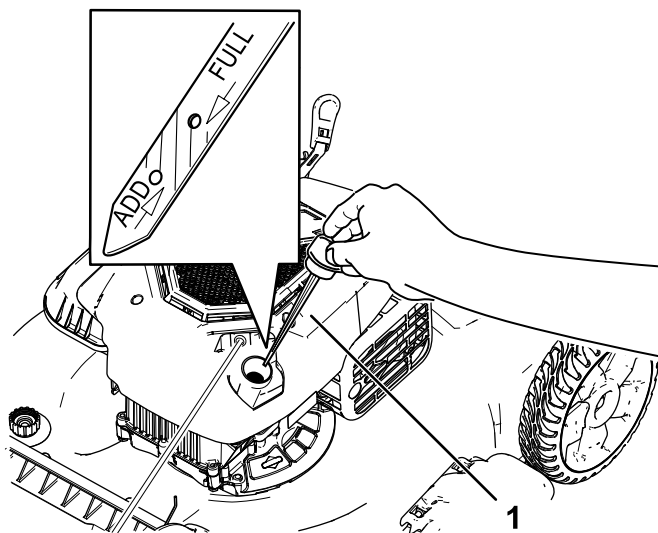

Figure 12
2. Tournez le bouchon dans le sens antihoraire et sortez la jauge (Figure 12).
5. Relevez le niveau d'huile indiqué sur la jauge (Figure 12).
- Si le niveau d'huile est trop bas, (Figure 12), versez avec précaution une petite quantité d'huile détergente SAE 30 ou SAE 10W-30 dans le tube de remplissage, attendez 3 minutes puis répétez les opérations 3 à 5 jusqu'à ce que le niveau d'huile correct soit
- Si le niveau d'huile est trop élevé (Figure 12), vidangez l'excédent d'huile jusqu'à obtention du niveau d'huile correct sur la jauge ; voir Vidange de l'huile moteur \(page 18\).